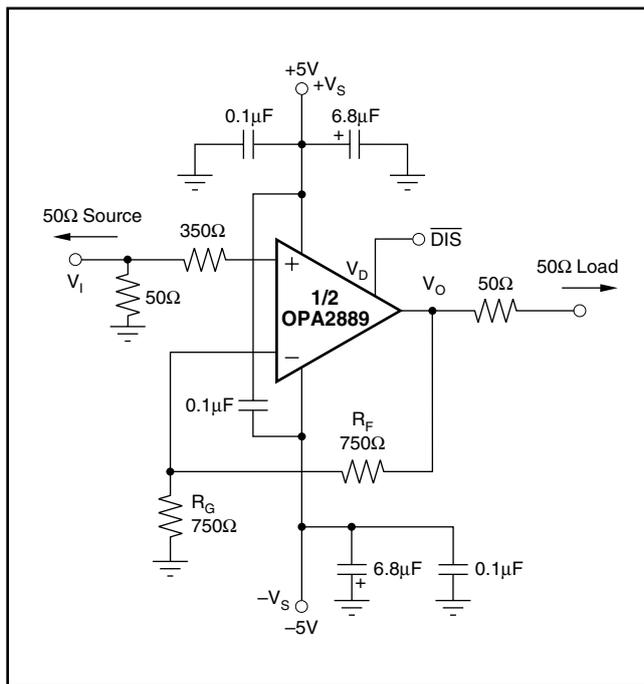
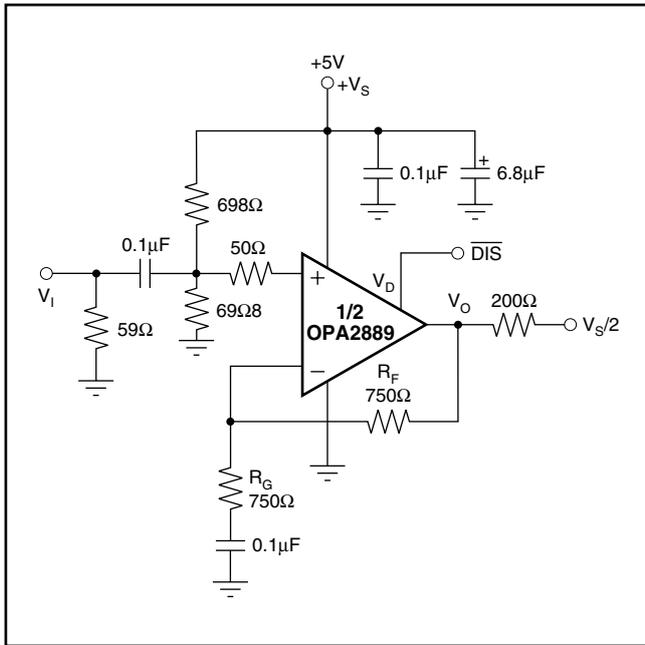
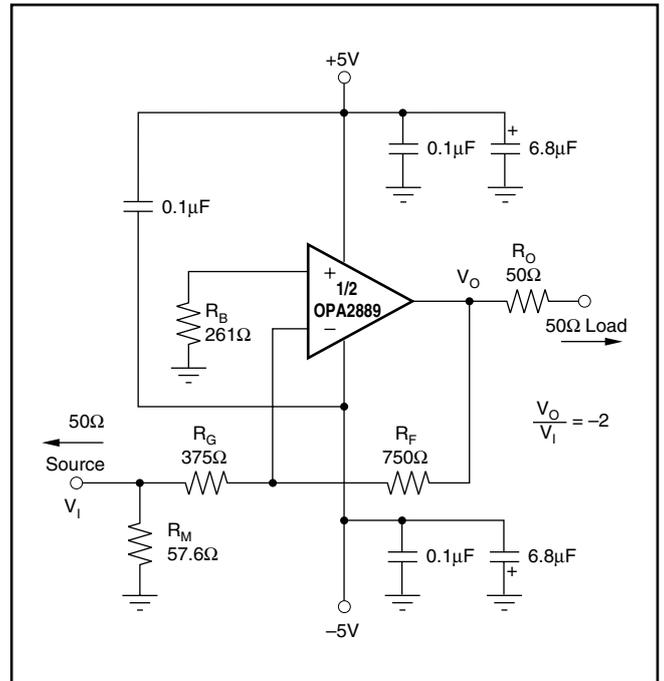

図50. DC結合、G = +2、両電源、仕様および試験回路
図51. AC結合、 $G = +2$ 、単電源、仕様および試験回路
図60.  $-2V/V$ ゲインの回路例
$T_A = +25^\circ C$ 、 $G = +2V/V$ 、 $R_F = 750\Omega$ 、および $R_L = 100\Omega$  (特に記述のない限り)。図50参照。
$T_A = +25^\circ C$ 、差動ゲイン =  $+2V/V$ 、および  $R_L = 200\Omega$  (特に記述のない限り)。図51参照。
図50に、「 $\pm 5\text{V}$ の電気的特性」および「 $\pm 5\text{V}$ の代表的特性」の測定に使用する、DC結合で+2V/Vゲインの2電源の回路構成を示します。この図は1チャンネルだけを示していますが、他方のチャンネルも同様に接続します。試験目的では、入力インピーダンスはグラウンドに接続する抵抗で50 $\Omega$ に設定し、出力インピーダンスは100 $\Omega$ に設定します。「電気的特性」で示す電圧振幅は入力および出力端子で直接測定し、出力電力(dBm)は整合のとれた50 $\Omega$ 負荷で測定します。図50の回路では、合計の実効負荷は100 $\Omega \parallel 1.5\text{k}\Omega$ になります。ディスエーブル制御ライン(MSOP-10パッケージのみ)は、通常のアンプ動作時は一般にオープンにします。図50には2つのオプション部品があります。まず、非反転入力と直列に抵抗(350 $\Omega$ )が追加されています。この抵抗は、信号発生器に向かって見える25 $\Omega$ のDC信号源合成抵抗との組み合わせにより、反転入力にある375 $\Omega$ の抵抗と同じにし、入力バイアス電流分をキャンセルします(「DC精度およびオフセット制御」節を参照)。次に、グラウンドに接続された一般的な電源デカップリング用コンデンサに加えて、0.1 $\mu\text{F}$ のコンデンサが2つの電源端子間に接続されています。実際のプリント回路基板(PCB)のレイアウトでは、このオプションで追加したコンデンサにより、2次高調波歪み特性が3dBから6dB改善されます。
図51に、「+5Vの電気的特性」および「+5Vの代表的特性」に使用する、AC結合、2V/Vゲイン、単電源の回路構成を示します。レール・ツー・レール設計でないにもかかわらず、OPA2889は他の広帯域な電圧帰還オペアンプに比較して、入力および出力電圧のヘッドルームが少なくすみます。またOPA2889は、+5Vの単電源時に2.8VPPの出力振幅と50MHz以上の帯域幅を提供します。広帯域の単電源動作のキーポイントは、入力および出力の信号振幅を入出力において電圧動作範囲内に保つことです。図51の回路では、+5V電源からの単純な抵抗分圧器(2個の698 $\Omega$ 抵抗)により中点バイアスを設定しています。各入力で別々のバイアス回路網が必要です。入力信号は中点電圧バイアスへAC結合します。入力電圧は両電源の1.1V以内までシングでき、電源間の中心に位置する2VPPの入力信号範囲を得ることができます。試験に使用する入力インピーダンス整合用抵抗(59 $\Omega$ )は、バイアス分圧回路網がある場合の50 $\Omega$ 入力負荷を得るために調整されています。
目安としては、 $R_F$ および $R_G$ の並列合成値(図50参照)を約400Ωより小さくします。合成インピーダンス $R_F \parallel R_G$ は反転入力容量と相互に作用して、余分なポールが帰還回路網に発生し、ひいては順方向応答にゼロが発生します。反転ノードの合計の寄生容量を2pFと想定すると、 $R_F \parallel R_G < 400\Omega$ とすることで、このポールを160MHz以上に追放します。この制約自体で、帰還抵抗は高ゲイン時に数kΩにできることを意味します。 $R_F$ およびそれと並列に存在する寄生容量により形成されるポールが、関心の対象となる周波数範囲外であれば、この抵抗値の増加は許容できます。
電圧帰還オペアンプでは、信号ゲインが増加すると閉ループ帯域幅が減少します。理論上、この関係は「電気的特性」に示すゲイン帯域幅積(GBP)で説明されます。理論的には、GBPを非反転信号ゲイン(ノイズ・ゲインまたはNGとも呼ばれる)で除すると、閉ループ帯域幅が予測されます。実際には、この原理は位相余裕が90°に近くなるまで成立します。なぜなら、この原理は高ゲイン設定時に成立するからです。低ゲイン(帰還係数が大)時は、大半のアンプが低い位相余裕で、もっと複雑な応答を示します。OPA2889は、非反転ゲイン+2V/V(図50参照)でわずかにピーキングがあるように補償されています。この補償によりゲイン+2V/Vで60MHzの帯域幅が標準で得られ、75MHzのGBPを2で除した予測をはるかに超えています。ゲインを増加すると、位相余裕が90°に近くなり、帯域幅は予測値の(GBP/NG)に接近します。ゲインが+10の場合、「電気的特性」に示す8MHz帯域幅は、単純な式と75MHzの標準GBPを用いた予測値に密接に一致します。
+2V/Vのゲインの周波数応答は、単純にノイズ・ゲインを2.5V/Vに増加することで、優れた平坦度を得るように修正できます。+2V/Vの信号ゲインに影響せずに応答を修正する1つの方法は、図50の回路に示すように、2入力間に750Ωの抵抗を追加することです。類似した手法は、ユニティ・ゲイン(ボルテージ・フォロワ)のアプリケーションにおけるピーキングの低減に使用できます。例えば、750Ωの帰還抵抗をオペアンプの2入力間の750Ωとともに使用すると、ボルテージ・フォロワの応答は、図51のゲインが+2V/Vの応答に類似します。オペアンプ入力間の抵抗値を低くすると、ノイズ・ゲインの増加により周波数応答がより制限されます。
OPA2889は汎用で広帯域の電圧帰還オペアンプです。したがって、一般のオペアンプのアプリケーション回路は、すべて実現できます。反転動作は、より一般的であり、いくつかの特性上の利点があります。標準的な反転構成については、図60を見てください。図50の入出力インピーダンスおよび信号ゲインが反転回路構成でも保たれています。
反転回路構成では、3つの点に注意が必要です。第1は、ゲイン抵抗 ( $R_G$ ) が信号チャネルの入力インピーダンスの一部になることです。入力インピーダンス整合 (信号がケーブル、ツイスト・ペア、長いPCBトレース、あるいは他の伝送ラインの導体を経由して結合する場合、これは有効です) が必要な場合、 $R_G$  は要求される終端値に設定し、 $R_F$  は所要のゲインを得るように調整できます。この考察は最も簡単なアプローチであり、最適な帯域幅およびノイズ特性が得られます。しかし、反転ゲインが低い場合、得られた帰還抵抗値はアンプ出力の大きな負荷になります。 $-2V/V$ の反転ゲインの場合、入力整合のために $R_G$  を $50\Omega$ に設定すると $R_M$ は不要になりますが、 $100\Omega$ の帰還抵抗が必要になります。このアプローチには、次のような興味深い利点があります。すなわち、ノイズ・ゲインが $50\Omega$ 信号源インピーダンスの $2V/V$ と等しく、これは図50で考察した非反転回路と同様です。しかし、アンプ出力からは $100\Omega$ の帰還抵抗が外部負荷と並列に見えます。一般に、帰還抵抗は $200\Omega$ から $1.5k\Omega$ の範囲に制限します。本アプローチの場合、おおよびの値の両方を大きくし (図60を参照)、グランドに接続した3番目の抵抗 ( $R_M$ ) で入力インピーダンスの整合を実現するのが好ましいです。合計の入力インピーダンスは、 $R_G$ および $R_M$ の並列合成値になります。
前の段落で触れた主要な考察の2番目は、信号源インピーダンスがノイズ・ゲイン式の一部になり、帯域幅に影響することです。図60の例で、外部の $50\Omega$ の信号源インピーダンスと並列な $R_M$ 値により、実効的な駆動インピーダンスは $50\Omega \parallel 57.6\Omega = 26.7\Omega$ になります。このインピーダンスは、ノイズ・ゲイン (NG) の計算では $R_G$ に直列に加わります。その結果のNGは、前に議論したように $R_M$ が無い場合の $2V/V$ だけに対して、図60で $2.86V/V$ になります。したがって、図60の回路のゲイン $-2V/V$ の帯域幅は、図50の回路のゲイン $+2V/V$ の場合よりもわずかに小さくなります。
反転アンプ設計における3番目に重要な考察は、非反転入力でのバイアス電流キャンセル抵抗 ( $R_B$ ) の設定です。この抵抗を反転ノードから見える合計のDC抵抗と等しく設定すると、入力バイアス電流により生じる出力DC誤差は、(入力オフセット電流)  $\times R_F$ まで低減します。図60で $50\Omega$ の信号源インピーダンスがDC結合すると、反転入力における対グランドの合計抵抗は $402\Omega$ になります。この抵抗値を帰還抵抗と並列に組み合わせると、この例で使用されている $R_B = 261\Omega$ になります。この抵抗により生じる追加の高周波ノイズを低減するため、抵抗をコンデンサでバイパスすることがあります。 $R_B < 350\Omega$ であれば、他の全ノイズ要素によるノイズ寄与の合計がオペアンプの入力ノイズ電圧より小さいため、このコンデンサは不要になります。OPA2889は、寄生により誘起されるピーキングを阻止するために、最低限 $50\Omega$ の $R_B$ 値が必要です。非反転入力をグランドへ直接短絡すると、入力段にて高周波帯域での不安定性のリスクを負います。
OPA2889は、±5V電源で200Ω負荷時に優れた歪み特性を提供します。代替ソリューションに比べ、+5V単電源での動作時に、より軽い負荷に特に良い特性を提供します。一般に、基本信号が非常に高周波や高電力レベルに達するまで、2次高調波が歪みで支配的であり、3次高調波成分は無視できます。そこで2次高調波に着目すると、負荷インピーダンスの増加により歪みが直接的に改善されます。全体の負荷には帰還回路網が含まれることを認識してください。非反転構成(図50を参照)では、この合計値は $R_F + R_G$ になり、反転構成では $R_F$ だけになります。また、電源デカップリング用コンデンサ(0.1μF)を電源端子間に追加すると(両電源動作時)、2次歪みがわずかに改善します(3dBから6dB)。さらに、差動的な動作(1ページの図を参照)も2次歪み項を低下させます。
これら2式をOPA2889の回路と部品定数(図50参照)について評価すると、全体の出力スポット・ノイズ電圧は $18.2\text{nV}/\sqrt{\text{Hz}}$ になり、全体の等価入力スポット・ノイズ電圧は $9.1\text{nV}/\sqrt{\text{Hz}}$ になります。この合計には、非反転入力のバイアス電流キャンセル用抵抗 ( $350\Omega$ ) により加わるノイズが含まれます。この全入力換算スポット・ノイズ電圧は、オペアンプ単独の電圧ノイズの仕様 $8.2\text{nV}/\sqrt{\text{Hz}}$ よりわずかに高くなります。この結果は、オペアンプの各入力に現れるインピーダンスが前に推奨した最大値 $400\Omega$ に制限されていれば成立します。 $(R_F \parallel R_G)$  および非反転入力インピーダンスの両方を $400\Omega$ 以下に保つと、ノイズおよび周波数応答の平坦度の検討項目がともに満たされます。抵抗に起因するノイズは比較的に無視できるため、バイアス電流キャンセル用抵抗 ( $R_B$ ) の両端での容量デカップリングは、図60の反転オペアンプ構成には不要です。
広帯域電圧帰還オペアンプの平衡入力段は、多くのアプリケーションで優れた出力DC精度を実現します。OPA2889の電源電流トリミングにより、比較対象のアンプより厳しい制御が可能です。高速入力段では比較的低い $\pm 0.75\mu\text{A}$ の入力バイアス電流がありますが、その整合を厳密に行うと、この電流に起因する出力DC誤差を低減できます。全体の出力オフセット電圧は、2入力に見られるDC信号源抵抗の整合により低減できます。この整合は、入力バイアス電流による出力オフセット電流と帰還抵抗の積に起因する出力DC誤差を低減します。図50の回路構成を評価すると、 $+25^\circ\text{C}$ における入力オフセット電圧と電流仕様の最悪ケースを使用して、次の最悪ケース出力オフセット電圧が得られます。